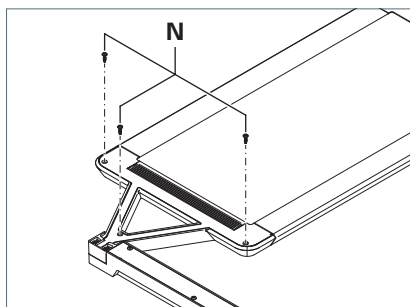

Fig. 18: Abdeckung festschrauben.
2. Schrauben Sie die Abdeckung mit den drei Schrauben **N** fest, siehe Fig. 18.